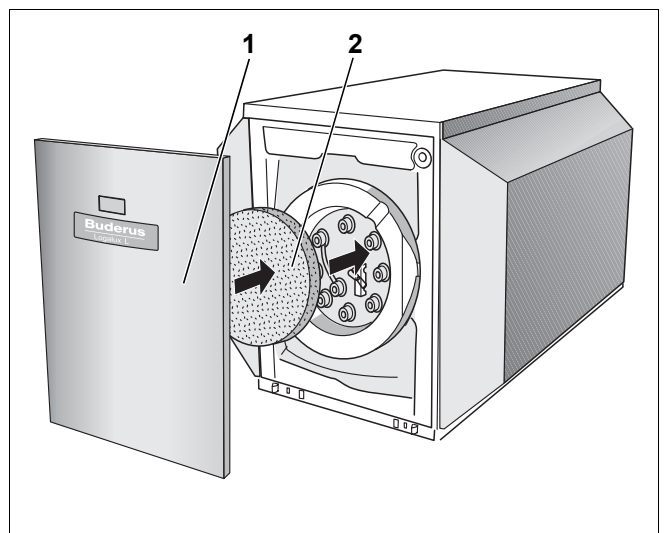

Рис. 12 Установка теплоизоляции и передней стенки
- Установить теплоизоляционный элемент (рис. 12, **поз. 2**) на крышку люка.
- Подвесить переднюю стенку (рис. 12, **поз. 1**) сверху и нажать на нее снизу до защелкивания в баке.